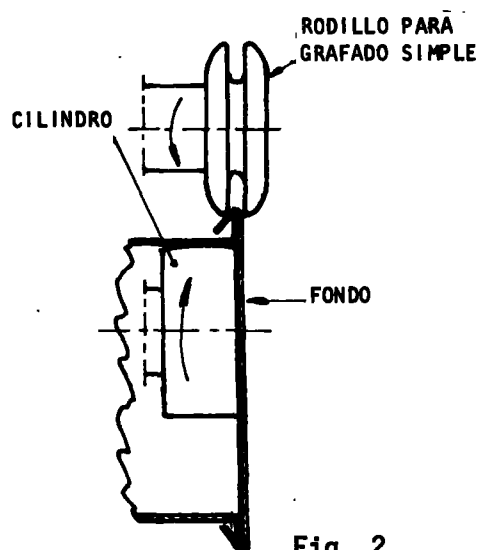

Fig. 2
- e Acerque el rodillo superior a la pestaña a grafar y apriételo hasta lograr un ajuste parcial (fig. 2).